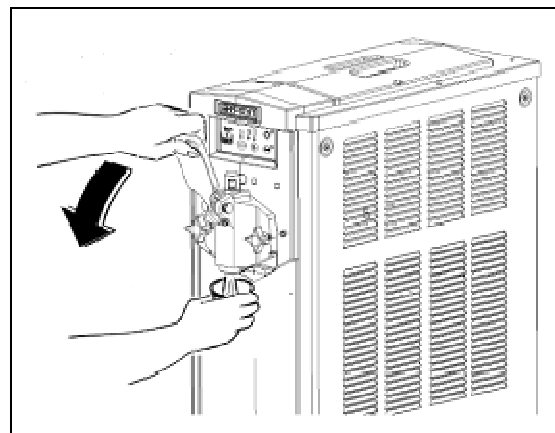

Fig. 1
L'apparecchio su una superficie orizzontale e solida facendo in modo che la carrozzeria dell'apparecchio sia ben areata (almeno 20 cm di spazio libero, fig.1), installare l'apparecchio in un ambiente asciutto ed evitare di installarlo
- **R**iempire la vasca superiore di acqua tiepida e svuotare la macchina (fig.1) in modo da fluirla rimuovendo così la maggior parte di prodotto residuo.
- **A**gendo delicatamente sulla leva di erogazione aprire il rubinetto quel tanto che basta per sfiatare il cilindro di congelamento dalla pressione (fig.1).